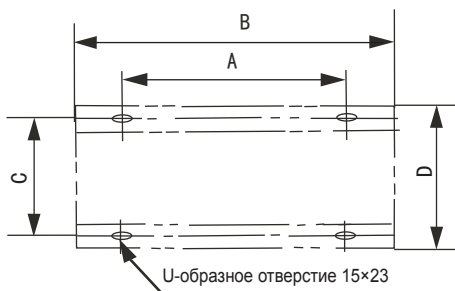

Рис. 4-12
- Чтобы обеспечить равномерность нагрузки в каждой точке опоры, основание должно быть строго горизонтальным. Конструкция основания должна быть такой, чтобы все опорные точки блоков полностью поддерживались. Расстояние между болтами указано на рис. 4-12 и в таблице 4-3.